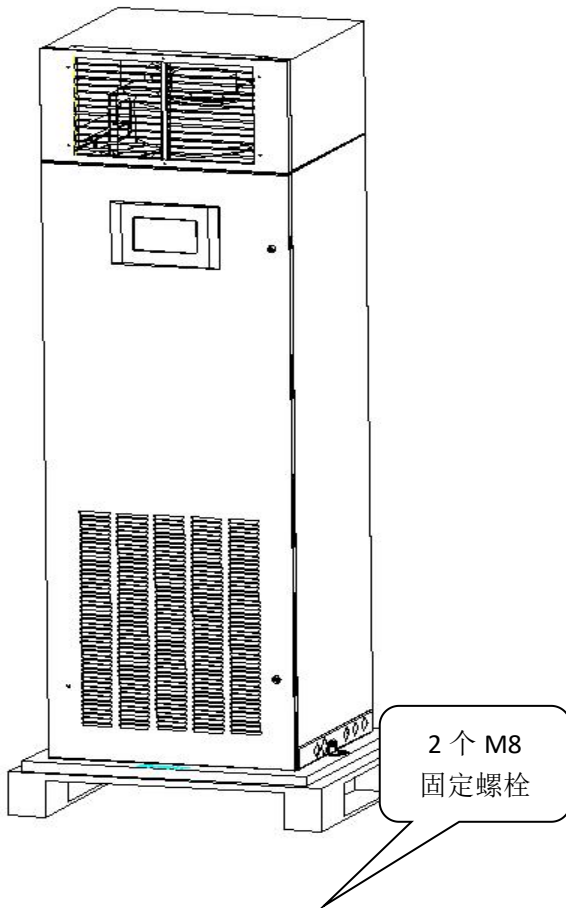

图 2.1.3 底板固定螺栓
- (1) 剪断所有打包带；
- (2) 取下顶板，此时需有人扶住顶板，防止顶板倒下砸到人，然后移除纸箱；
- (3) 机组通过 M8×40 的自攻螺栓固定在包装的底托上，如图 2.1.3。可选用 M8 的呆扳手、棘轮扳手或套筒进行拆卸。